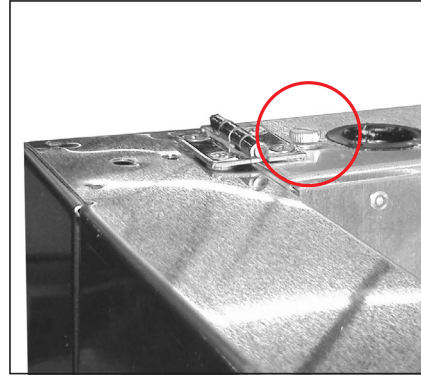

Abb. 1. Ort der Flügelschrauben.
2. Suchen Sie die Flügelschrauben an der Oberseite des Schrankes. Siehe Abb. 1.